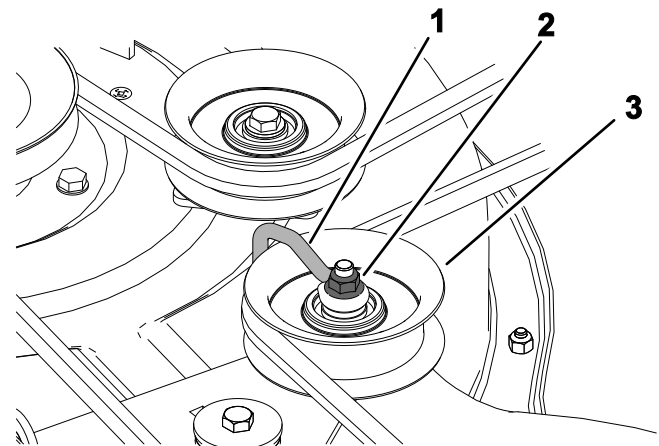

Bild 56
6. Lösen Sie an Mähwerken mit drei Messern die Mutter, mit der der Drahtbügel an der Spannscheibe befestigt ist (Bild 56).
- Hinweis:** Positionieren Sie den Drahtbügel gegen den Spannarm, wie in Bild 56 dargestellt.